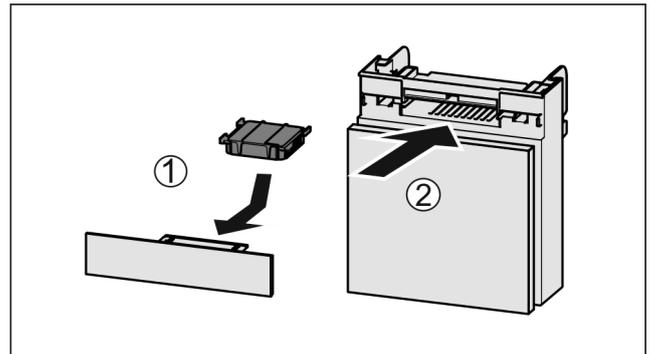

Fig. 77
- ▶ Aktivkohlefilter nach Abbildung einsetzen Fig. 77 (1).
- ▶ Fach einschieben Fig. 77 (2).